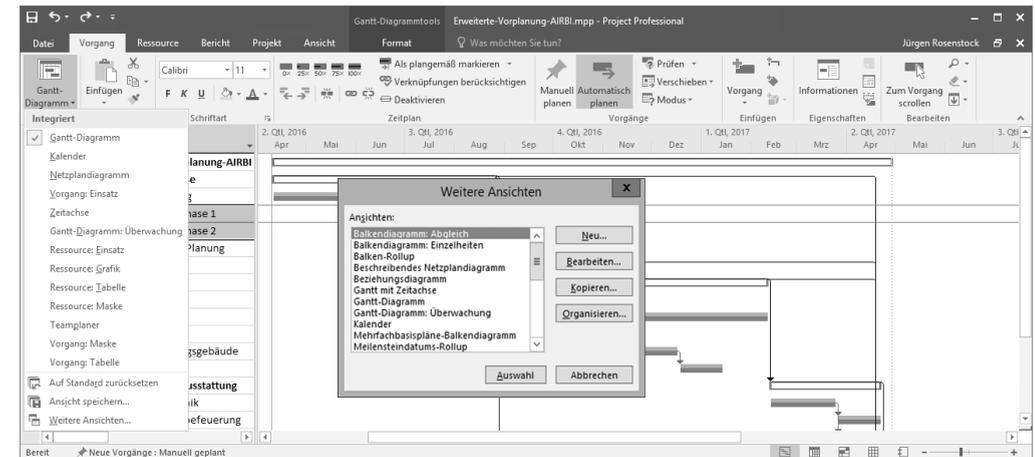

Abbildung 6.25 Auswahl von weiteren Ansichten
3. Es erscheint die Dialogbox **WEITERE ANSICHTEN**. Aus der hier enthaltenen Liste wählen Sie die Ansicht **BALKENDIAGRAMM: ABGLEICH** aus (siehe Abbildung 6.25).